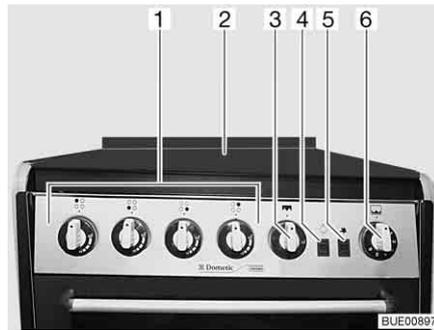

Fig. 186 Fogão a gás com forno e grelhador
- Abra a tampa do fogão a gás (Fig. 186,2).
- Rode e prima o regulador rotativo (Fig. 186,1) do bico que pretende acender para a posição de ignição (chama grande).
- Empurre para dentro o botão de ignição (Fig. 186,5) tantas vezes até a chama ficar acesa.
- ▷ Com o interruptor (Fig. 186,4) é ligada e desligada a luz no forno.
- Empurre ligeiramente para dentro o regulador rotativo (Fig. 186,3) e rode-o para a posição de ignição (chama grande).
- Prima o botão de ignição (Fig. 186,5) até a chama ficar acesa.
- Empurre ligeiramente para dentro o regulador rotativo (Fig. 186,6) e rode-o para uma posição de ignição de 1 a 6.